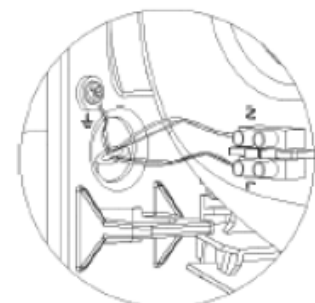

Abb. 8
4. Verbinden Sie die beiden Phasen (N, L) mit der Klemmleiste und das AV - Kabe mit der Erdungsschraube (Kategorie I) (siehe Abb. 8).